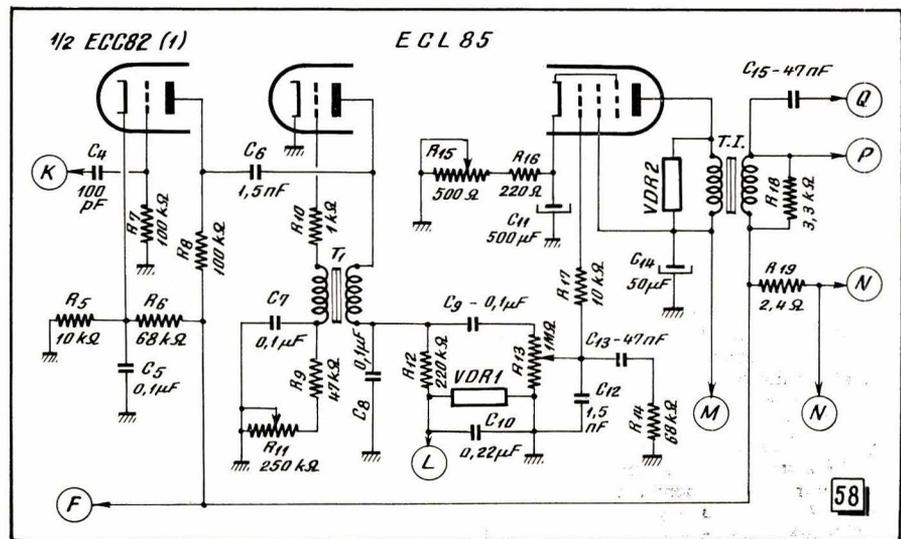

Fig. 58. — La base de temps images se compose d'un étage de « mise en forme », d'un oscillateur « blocking » et d'un étage de puissance.
Le signal prélevé sur la plaque de la séparatrice, en (K), et présentant, examiné en balayage lent, la forme α de la figure 35 (voir notre dernier numéro), est appliqué à la grille d'une triode ECC 82 de la figure 58, à travers $C_4 = 100$ pF. La présence de ce condensateur, et la constante de temps $C_4 \cdot R_7$, fait que le signal disponible en (K) se trouve en quelque sorte aligné et différencié. Il en résulte, à la grille de la triode ECC 82, l'apparition de tops images en lancées positives, émergeant au-dessus du niveau supérieur du mélange synchro de quelque 12 V, l'amplitude crête-crête du signal étant de 30-32 V environ.